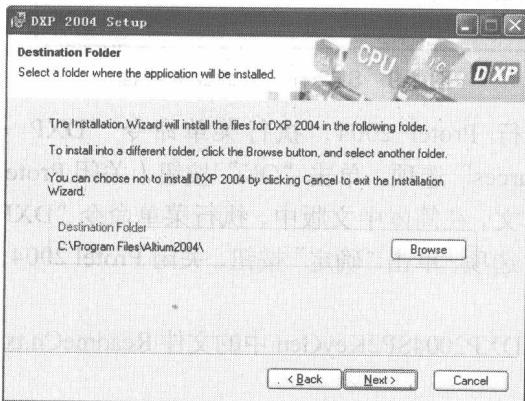

图 1-5 选择安装目标文件夹对话框
(4) 单击 **Next >** 按钮，将出现选择安装目标文件夹对话框，如图 1-5 所示。该对话框提供了安装 Protel 2004 的默认文件夹；如果要更改，可以单击 **Browse** 按钮，选择安装文件夹。